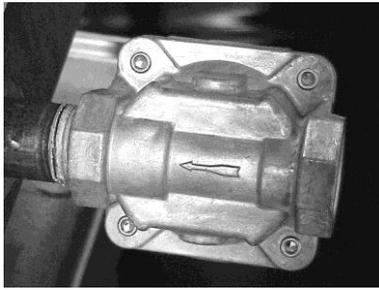
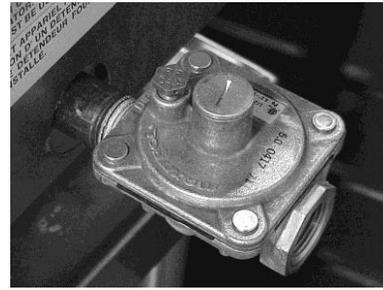

Fig. 2
Fig. 3
Cette plaque chauffante est offerte avec un régulateur de pression du gaz convertible pré-régulé à 10 cm de colonne d'eau (CE) pour le gaz naturel. Aucun réglage supplémentaire ne devrait être nécessaire. Installez le régulateur aussi près que possible de la plaque chauffante sur la conduite d'alimentation en gaz. Assurez-vous que la flèche au-dessous du régulateur est orientée dans la direction de la circulation du gaz à la plaque chauffante (Fig. 2 à la page suivante) et que le régulateur est placé avec le bouchon d'aération ainsi que le couvercle de la prise de conversion à droite (Fig. 3 à la page suivante).